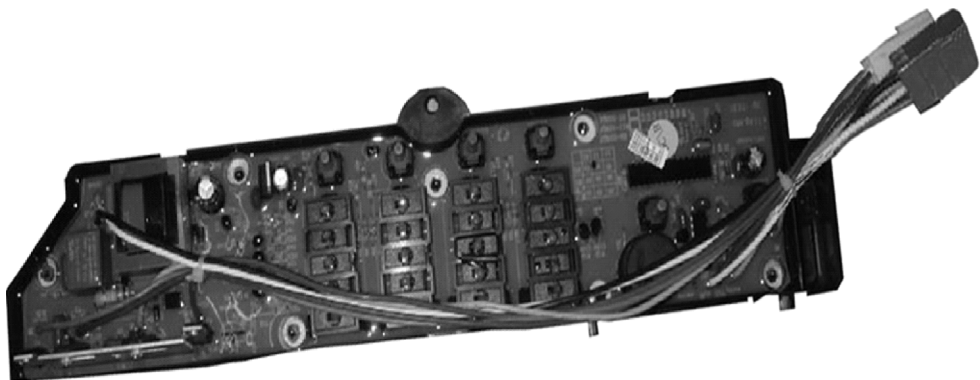

图 4-97 三洋品牌 XQB55 - 118 型全自动洗衣机电脑板实物
【维修笔记】 该机电脑板实物如图 4-97 所示，其微处理器 IC1 的③④ ~ ③⑦引脚输出的控制信号通过外围驱动电路 IC5（LB1702）来驱动 TRC1 ~ TRC4 4 个双向晶闸管，控制电动机、进水阀、排水牵引器的工作与停止。通过驱动电路控制继电器 RL1 接通和切断电源，并通过驱动电路控制蜂鸣器 BZ1 发出各种报警信号。检修此类故障时，首先用万用表检测